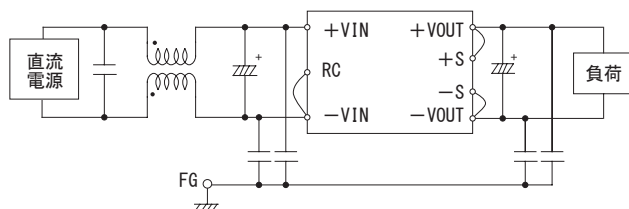

図2.1 EMI対策用入力フィルタ回路例
(3) 雑音端子電圧の低減
- 図2.1の入力フィルタを接続することで、雑音端子電圧を低減することができます。詳細は当社ホームページのテクニカルデータを参照してください。